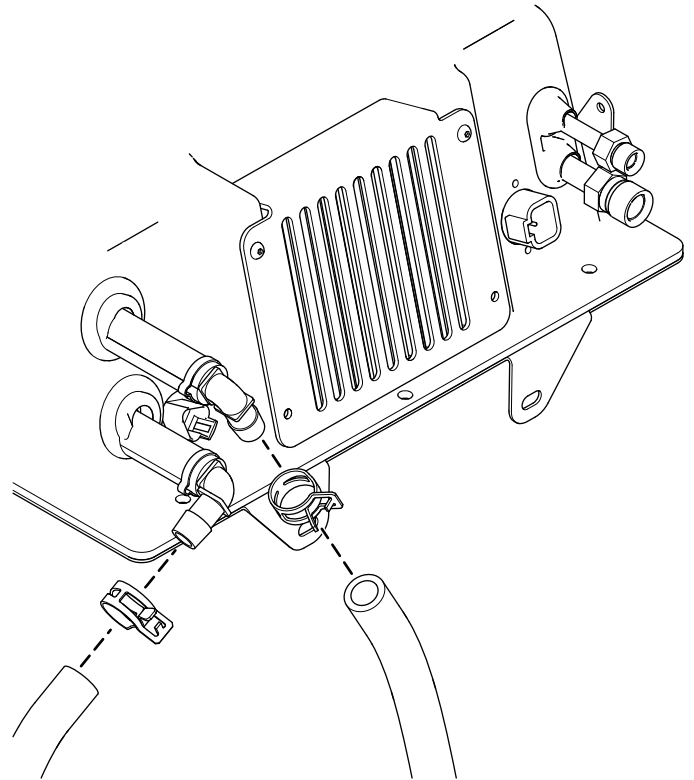

Bild 25
11. Verbinden Sie die beiden Kühlmittelschläuche an der Vorderseite des HLK-Kastens mit zwei Federklemmen, wie in Bild 25 dargestellt.